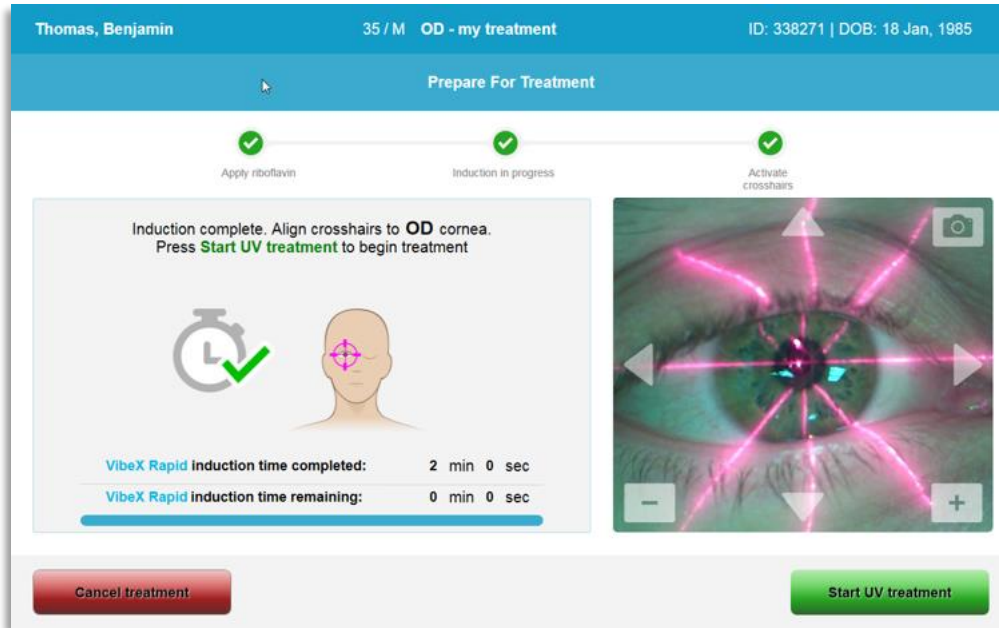

Figura 3-25. Iniciar tratamento UV
- Assim que a aplicação de riboflavina, a indução, e o alinhamento de miras estiverem concluídos, inicie o tratamento premindo o botão “Iniciar tratamento UV” como mostrado na figura 3-25.